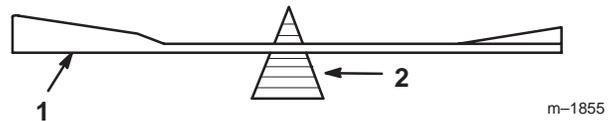
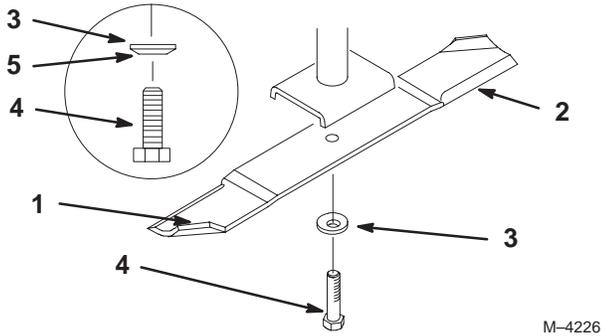

Figure 32
Figure 33
1. Tenez la lame à son extrémité avec un chiffon ou un gant épais. Retirez le boulon, la rondelle élastique et la lame de l'axe de la lame (Fig. 33).
2. Vérifiez l'équilibre de la lame en la plaçant sur un équilibreur (Fig. 32). Si la lame reste horizontale, elle est équilibrée et peut être utilisée. Si la lame est déséquilibrée, limez un peu l'extrémité de la partie incurvée seulement (Fig. 33). Répétez la procédure jusqu'à ce que la lame soit équilibrée.
1. Placez la lame sur l'axe (Fig. 33).
2. Installez la rondelle élastique et le boulon de la lame (Fig. 33). **Serrez le boulon à 115–150 Nm (85–110 pieds-livres).**